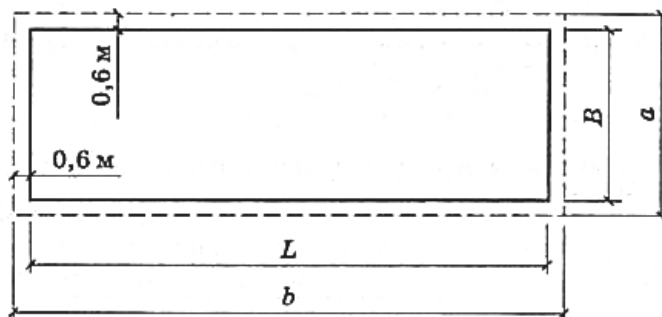

Рисунок 2 Определение размеров котлована понизу
Определяем ширину траншеи **понизу** (рис. 2). При этом учитываем размеры укладываемой в траншею конструкции и способ производства работ в дальнейшем [по формуле (1), (2)]: